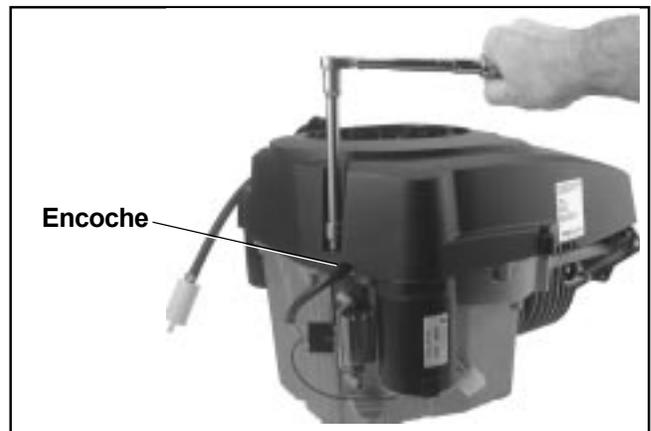

Figure 10-71. Montage des vis du carter du ventilateur.
2. Vérifier que les câbles du stator sont dans l'encoche ménagée sur le carter du ventilateur. Aligner les emplacements de montage et monter les quatre vis de montage M6. Si une rondelle plane a été utilisée sous la tête d'une vis, monter cette vis dans le trou le plus près du bouchon de remplissage d'huile/de la jauge. Serrer les vis à un couple de **11,0 Nm (95 in. lb.)** dans des trous neufs ou de **7,5 Nm (65 in. lb.)** si les trous ont déjà été utilisés. Voir la Figure 10-71.